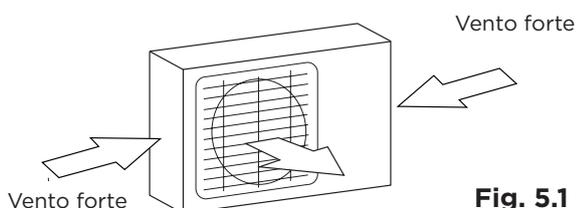

Fig. 5.1
- ✓ Se il luogo è esposto a forti venti (ad esempio: vicino a un mare), l'unità deve essere riposizionata sulla parete per ripararla dal vento. Se necessario, utilizzare una tenda da sole. (Vedi Fig. 5.1 & 5.2)